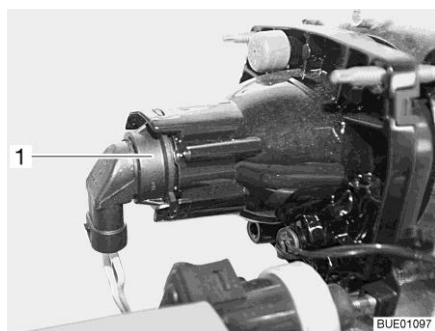

Fig. 218 Faro anabbagliante/abbagliante/luce di posizione
- Afferrare dietro il supporto lampada (Fig. 218,1).